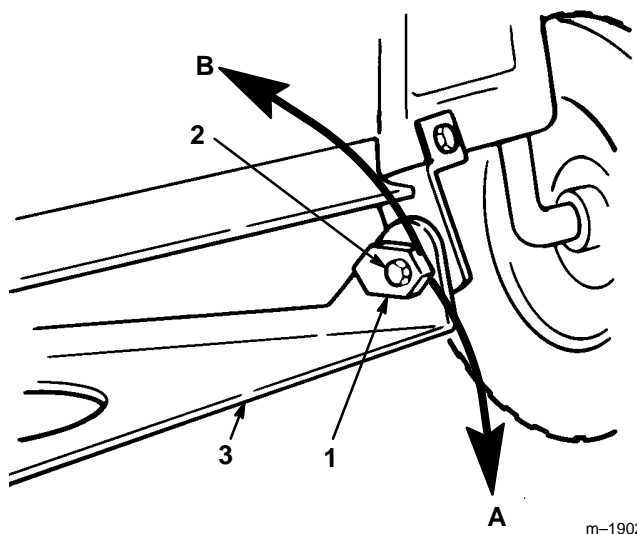

Abbildung 50
8. Zur Einstellung der Neigung in Längsrichtung die speziellen Neigungseinstellmutter an beiden Seiten des Mähwerkschwenkbügels drehen (Abb. 50).
9. Mit einem 25 mm (1")-Schlüssel langsam die linke Neigungseinstellmutter herunterdrehen, um die Mähwerkvorderseite anzuheben, und heraufdrehen, um die Vorderseite zu senken (Abb. 50). Die Neigungseinstellmutter soweit drehen, daß die Mähwerkvorderseite 6 mm bis 16 mm (1/4" bis 5/8") tiefer liegt als die Mähwerkhinterseite.